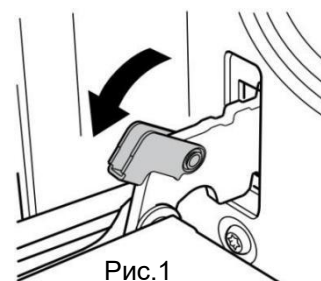

Рис.1
1. Откройте дверь на максимальный угол и потяните фиксатор назад к петле двери (рис. 1) . Есть два фиксатора с обеих сторон дверцы духовки.